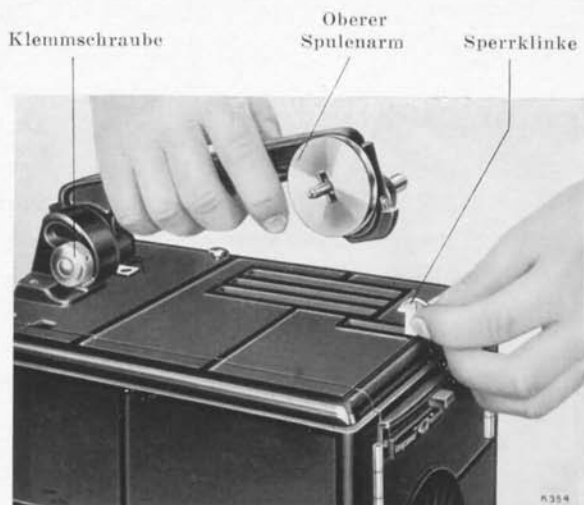

Abb. 4
1. Spulenarme in Gebrauchsstellung bringen (Abb. 4)